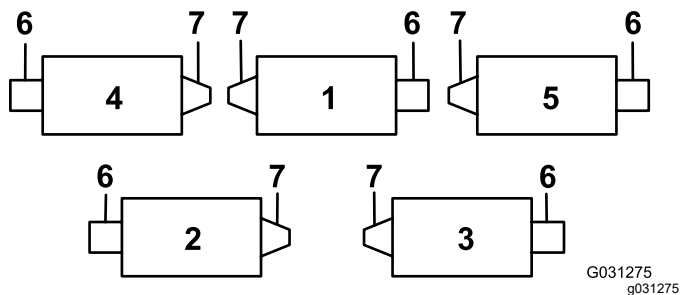
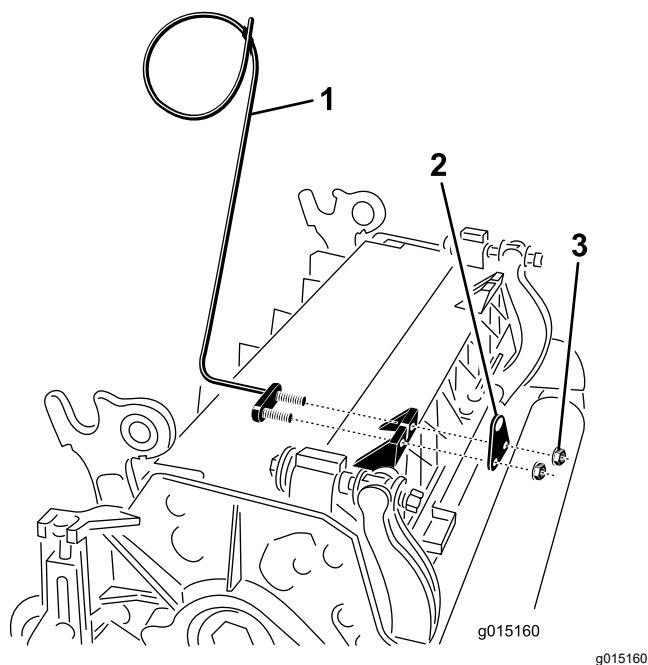
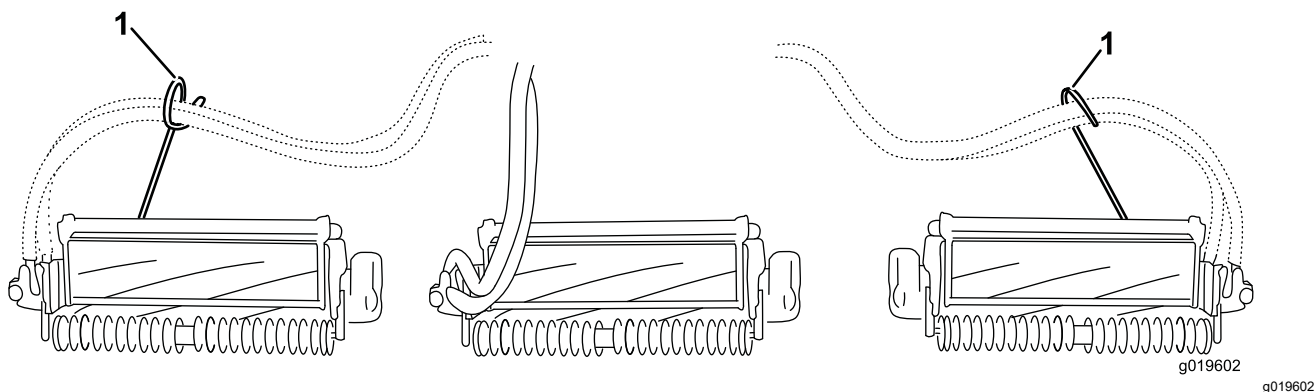

Figura 6
Figura 7
Figura 8
7. En la unidad de corte 4 (delantera izquierda) y la unidad de corte de 5 (delantera derecha), utilice las tuercas de montaje del soporte de la varilla para instalar las guías de las mangueras a la parte delantera de las pestañas de las unidades de corte. Las guías de los manguitos deben estar inclinadas hacia la unidad de corte central (Figura 6, Figura 7, Figura 8).